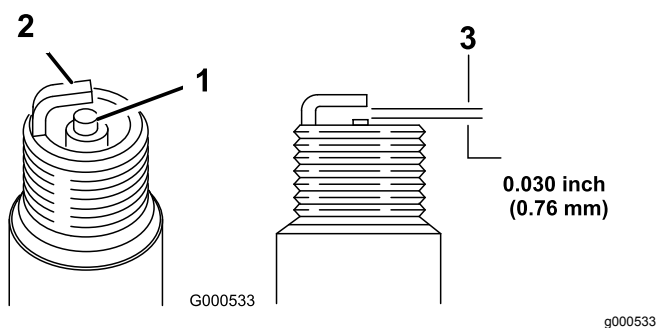

図 19
5. 図 19 に示すように、電極間のすき間を 0.76mm に調整する。